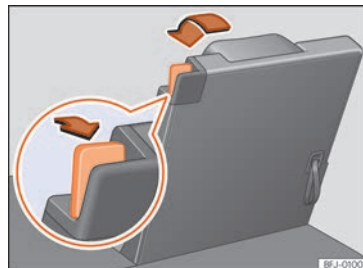

Abb. 126 Dritte Sitzreihe: Sitz in Ladebodenposition klappen.
- Entfernen Sie Gegenstände aus dem Fußraum vor und hinter dem Rücksitz »» ❶.
- Entriegelungshebel »» Abb. 126 ganz nach hinten ziehen, um die Sitzlehne zu entriegeln.
- Schlaufe an der Sitzlehne »» Abb. 126 ziehen, um die Lehne zurückzuklappen. **ODER:** klappen Sie die Sitzlehne mit der Hand vom Innenraum aus zurück.
- Die rote Markierung am Entriegelungshebel »» Abb. 126 darf nicht mehr sichtbar sein.
- Eine rote Markierung an dem Entriegelungshebel »» Abb. 126 signalisiert eine nicht eingerastete Lehne. Die rote Markierung darf im korrekt eingerasteten Zustand nicht sichtbar sein.
① VORSICHT